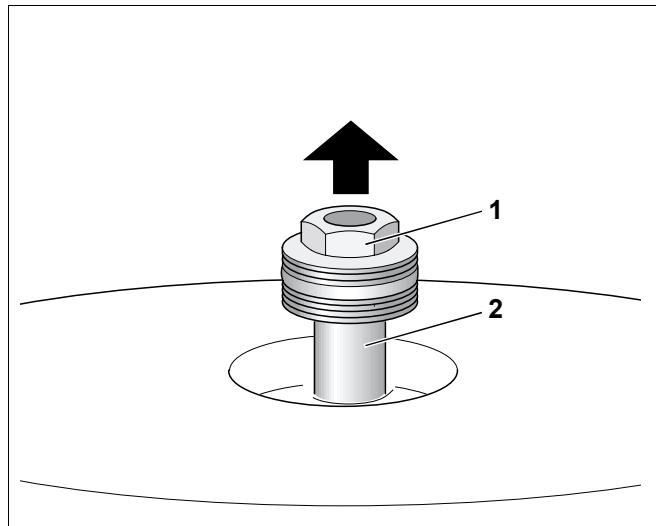

Рис. 12 Замена магниевого анода
- Ослабить гаечным ключом SW 32 шестигранник (рис. 12, **поз. 1**) магниевого анода.
- Вывернуть анод (рис. 12, **поз. 2**).